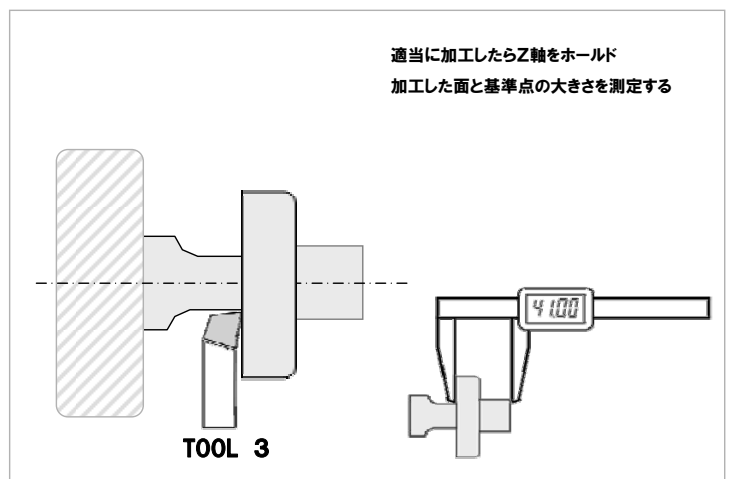

図10
- ⑭ 加工が完了したら、加工面と基準点の距離を測定します。(図10)